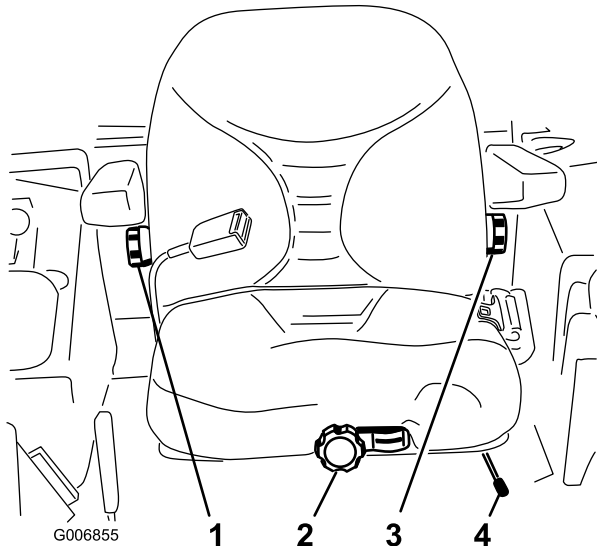

Figura 49
1. Mueva la palanca lateralmente para desbloquear el asiento (Figura 49).
Sin sentarse en el asiento, gire el pomo situado en la parte delantera en cualquier sentido hasta encontrar la posición más cómoda (Figura 49).
Para ajustarlo, gire el pomo situado debajo del reposabrazos derecho en cualquier sentido hasta encontrar la posición más cómoda (Figura 49).
Para ajustarlo, gire el pomo situado debajo del reposabrazos izquierdo en cualquier sentido hasta encontrar la posición más cómoda (Figura 49).